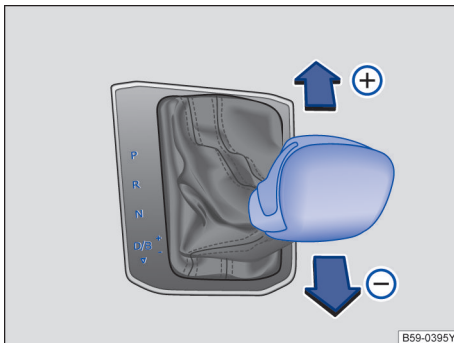

图 113 换挡杆在 Tiptronic 手动电控换挡程序位置上
- 向前 ⊕ 或向后 ⊖ 短促按压换挡杆，即可换高档或降挡→图 113。